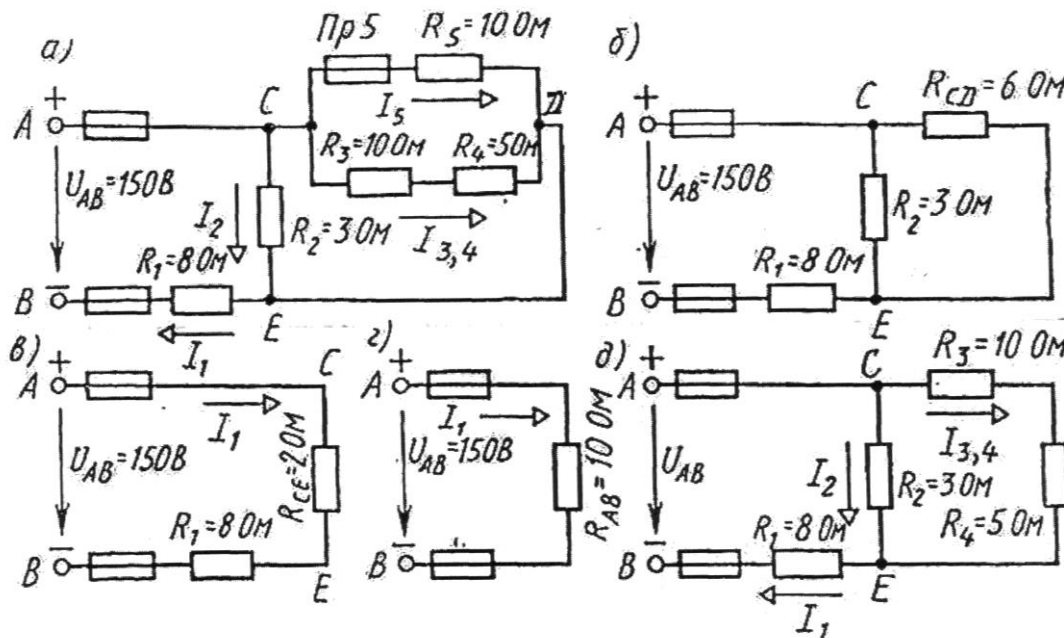

Рисунок 4.1
**Пример 1.** Для схемы, приведенной на рис.4.1а, определить эквивалентное сопротивление цепи  $R_{AB}$  и токи в каждом резисторе, а также расход электроэнергии цепью за 8 ч работы.
$$R_{CD} = (R_3 + R_4) \cdot R_5 / (R_3 + R_4 + R_5) = (10 + 5) \cdot 10 / (10 + 5 + 10) = 6 \text{ Ом. (рис.4.1 б).}$$
$$R_{CE} = R_{CD} \cdot R_2 / (R_{CD} + R_2) = 6 \cdot 3 / (6 + 3) = 2 \text{ Ом (рис. 4.1 в).}$$
$$R_{AB} = R_1 + R_{CE} = 8 + 2 = 10 \text{ Ом (рис. 4.1 г).}$$